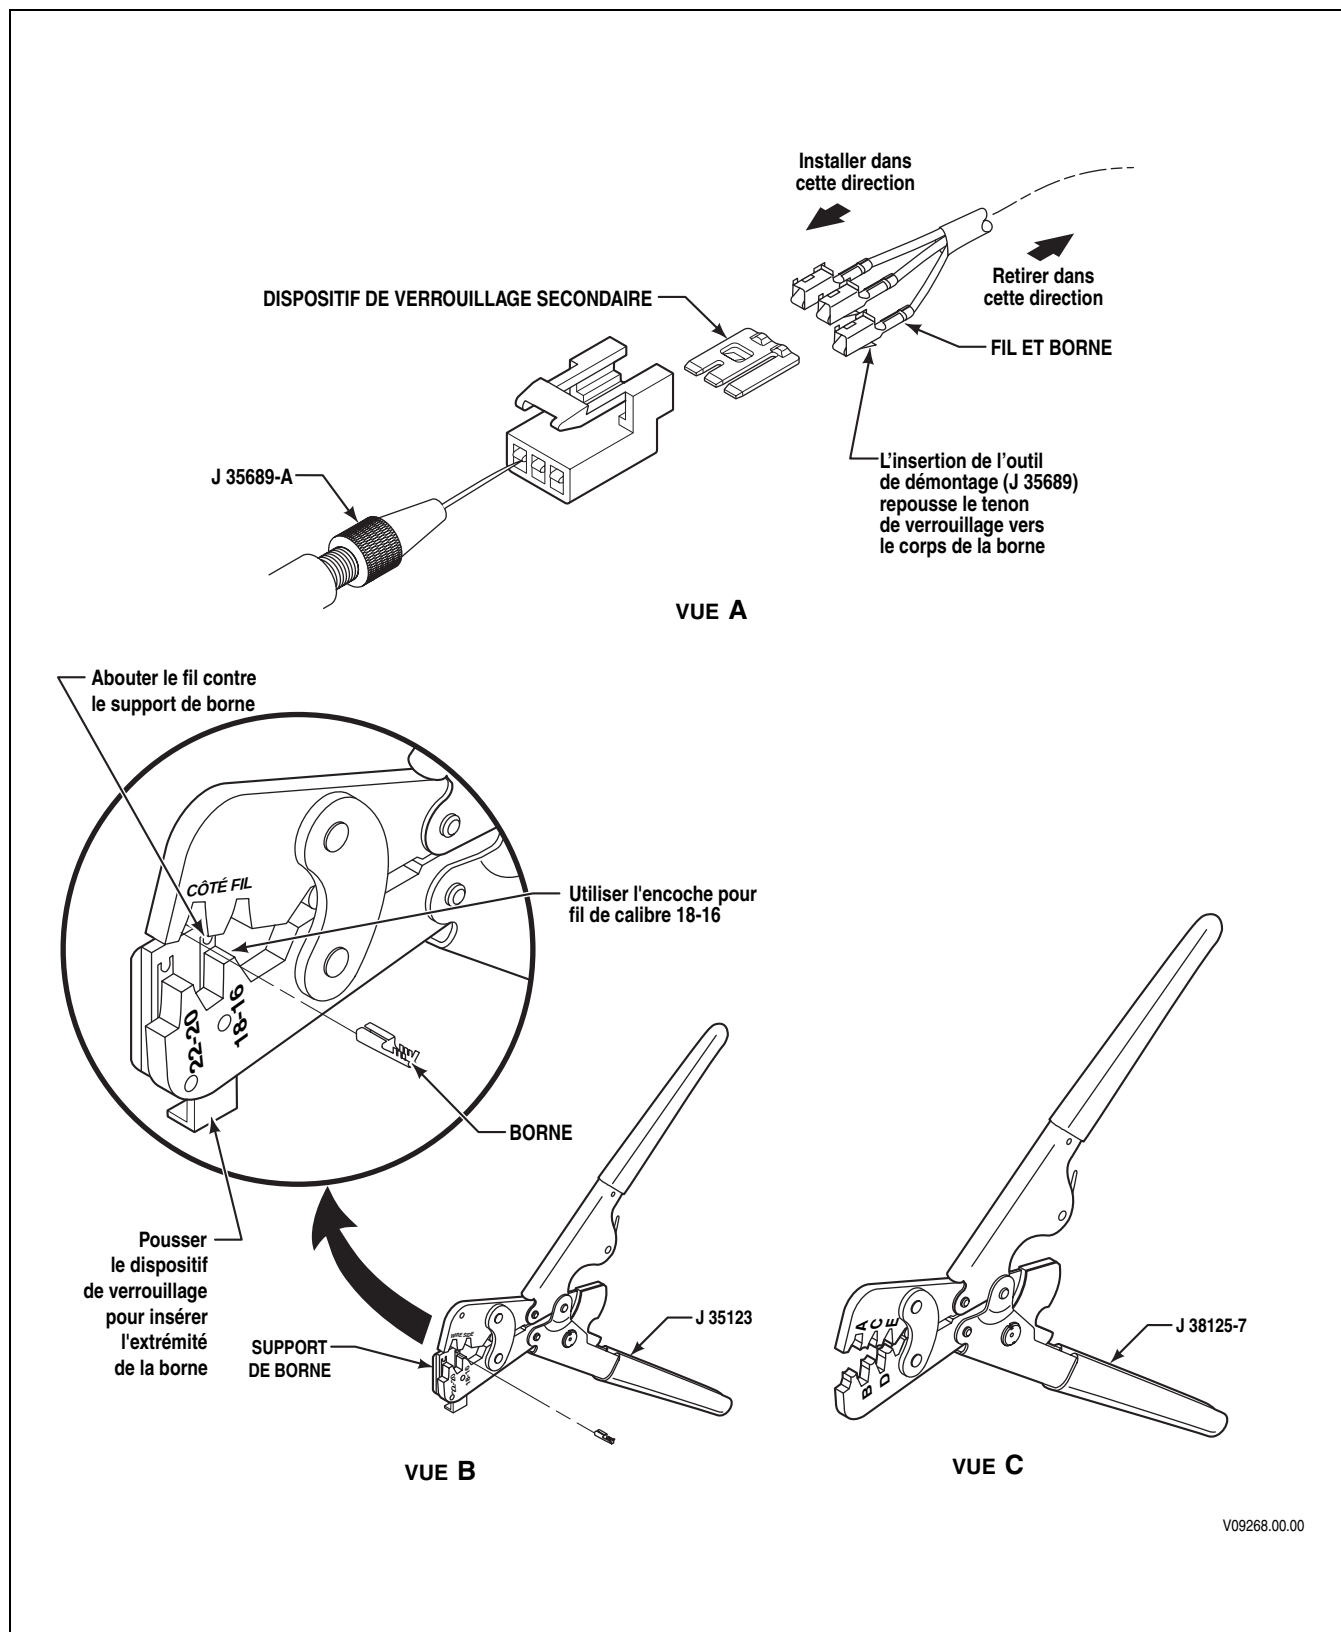

Figure E-7. Connecteurs Metri-Pack série 150 Delphi-Packard — À calage par poussée (capteur de niveau d'huile)
2. Insérez le côté aiguille de l'outil de démontage pour bornes J 35689-A dans la petite encoche entre le connecteur et la borne à retirer (Figure E-7, vue A). Poussez le tenon de verrouillage vers la borne.
2. Placez la zone de sertissure d'âme de la borne sur la matrice « E » et resserrez suffisamment le sertisseur pour éviter que la borne ne glisse (Figure E-7, vue C).
1. Insérez l'outil de démontage du côté avant du connecteur pour dégager l'attache de verrouillage et poussez la borne hors de l'arrière du connecteur. Sortez la borne et le fil de l'arrière du connecteur en tirant dessus pour terminer les étapes (3) à (7).
2. Ouvrez le support de borne sur l'outil de sertissage J 35123 en poussant dessus et insérez une borne dans l'ouverture 18-16 (Figure E-7, vue B) de façon à ce que les extrémités de la sertissure pointent vers le haut. Relâchez le support de borne.